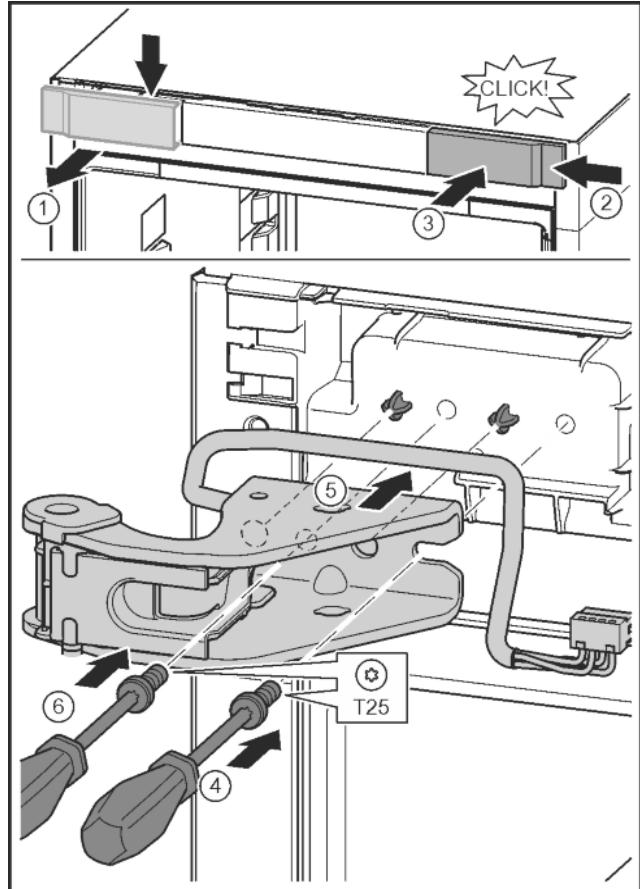

Fig. 31
- Отпустить крышку и снять сбону. Fig. 31 (1)
- Навесить крышку, повернув ее на 180°, справа с другой стороны. Fig. 31 (2)
- Крышку зафиксировать. Fig. 31 (3)
- Установить винт отверткой T25. Fig. 31 (4)
- Установить верхний опорный кронштейн. Fig. 31 (5)
- Затянуть винт. Fig. 31 (4)
- Вставить и затянуть винт отверткой T25. Fig. 31 (6)